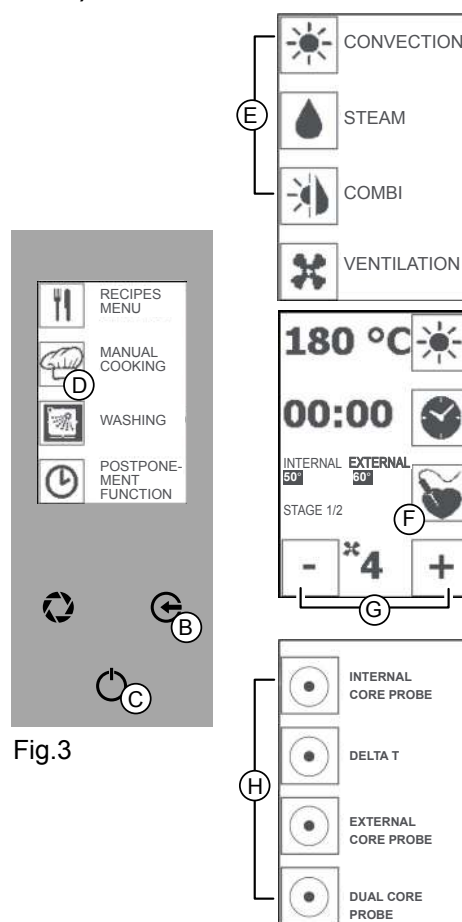

Fig.3
Pulse la tecla "GO!" (Fig 3/A) para entrar en el menú principal.
Pulse el icono "COCCIÓN MANUAL" (Fig 3/D) y seleccione una modalidad de cocción (Fig 3/E).
5. Pulse el icono "SONDA EN EL CORAZÓN" (Fig 3/F) y el icono "DOBLE SONDA EN EL CORAZÓN" (Fig 3/H). Pulse el icono "SONDA EN EL CORAZÓN" (Fig 3/F) y con los iconos "MENOS" y "MÁS" (Fig 3/G) configure la temperatura de la sonda interna.
6. Pulse el icono "SONDA EN EL CORAZÓN" (Fig 3/F) y con los iconos "MENOS" y "MÁS" (Fig 3/G) configure la temperatura de la sonda externa. Pulse el icono "SONDA EN EL CORAZÓN" (Fig 3/F) para confirmar.
Pulse la tecla "ENTRAR" (Fig 3/C) para iniciar la cocción.
Pulse la tecla "ENTRAR" (Fig 3/C) y pulse varias veces la tecla "ESC" (Fig 3/B) para volver a la pantalla inicial.
Pulse varias veces la tecla "ESC" (Fig 3/B) para volver a la pantalla inicial.